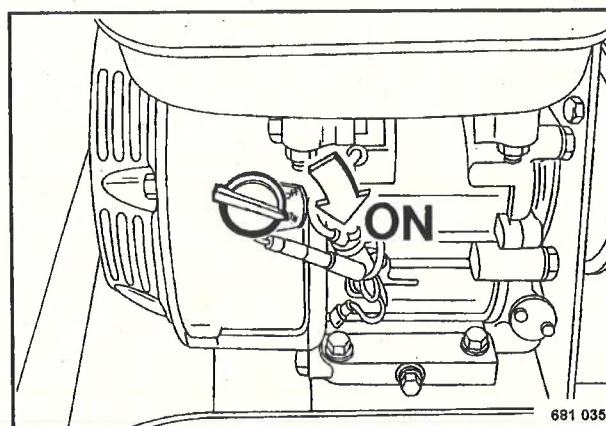

Fig. 3
- Colocar el interruptor de encendido (Fig. 3) en posición 'ON'.